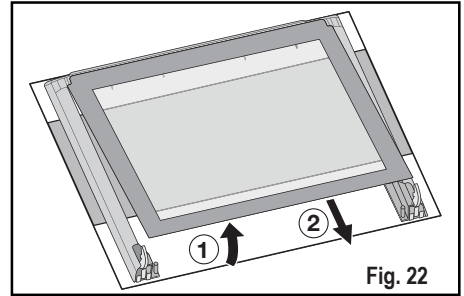

Fig. 22
- 9) Soulevez légèrement et dégagez délicatement la vitre la plus haute, reconnaissable par le cadre décoratif qui l'entoure (Fig. 22).